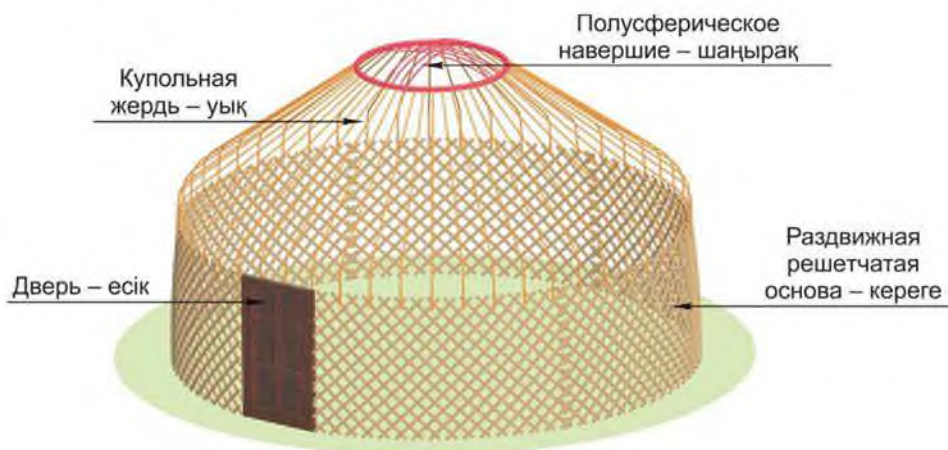

Рисунок 17.5 Конструктивные элементы юрты
- изучить конструкцию юрты (рисунок 17.5) и геометрию основных ее элементов;